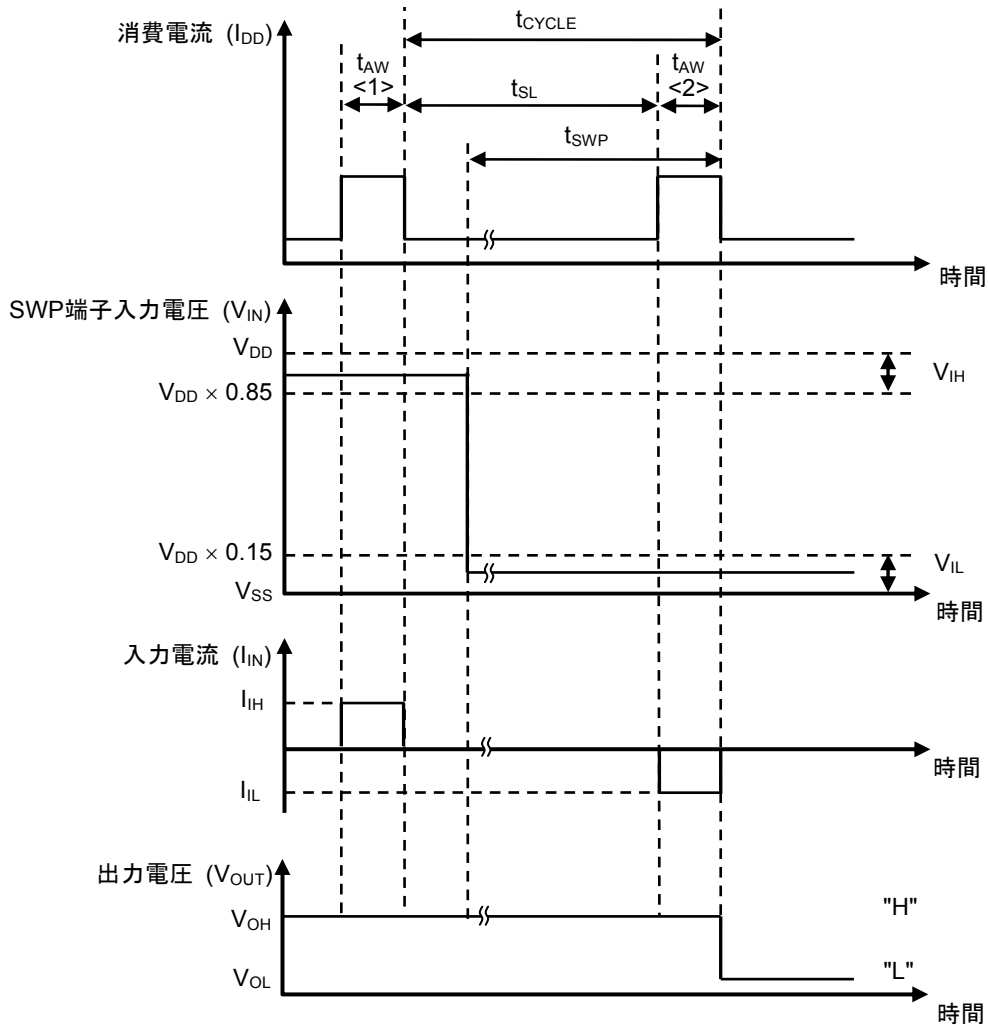
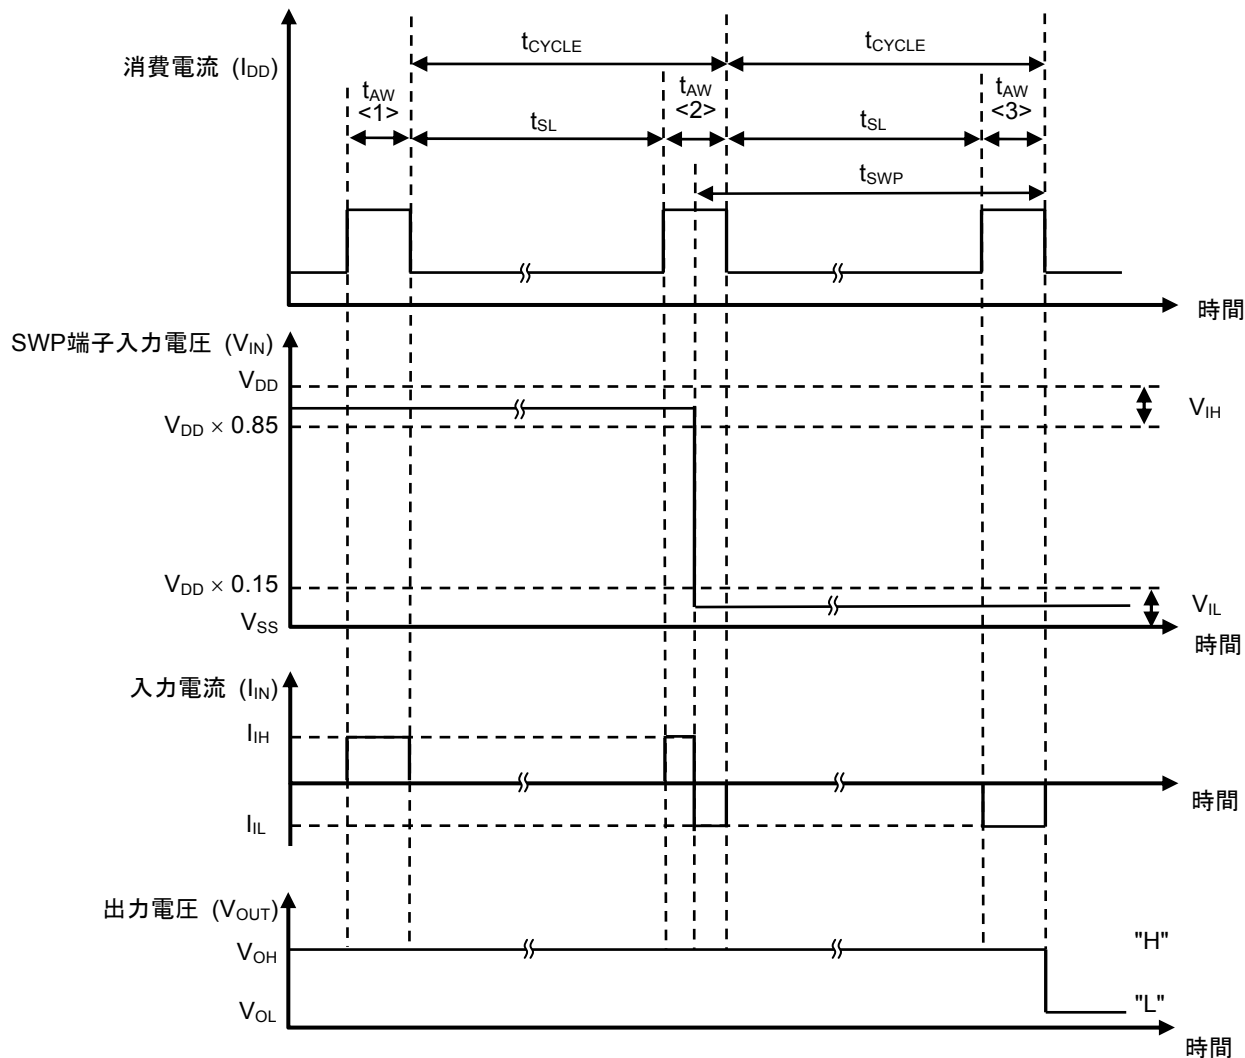

図21 $t_{AW<2>}$ 内において V_{IN} が変化しない場合
図22 $t_{AW<2>}$ 内において V_{IN} が変化する場合
本ICはアウェイクモード時間 (t_{AW}) 内において、SWP端子入力電圧 (V_{IN}) を検出し、 t_{AW} 終了時に検知極を切り換えます。図21、図22に、アクティブ "L" 品の磁束密度 (B) $> B_{OPS}$ の場合における、N極検知からS極検知への切り換えタイミングチャートを示します。
V_{IN} が $t_{AW<2>}$ 内において変化する場合、本ICは $t_{AW<1>}$ 終了時の検知極に応じた V_{OUT} を出力する場合があります。 $t_{AW<3>}$ の動作は図21を参照してください。